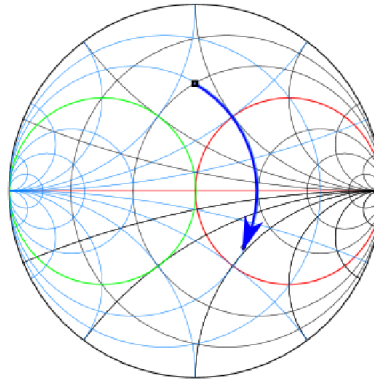

Fig.4 : Modification de l'impédance avec une capacité en parallèle
- 4) En ajoutant une **capacité en parallèle**, on déplace l'impédance autour des cercles de **conductance constante** dans le **sens des aiguilles d'une montre** (Fig.4). La valeur de la capacité nécessaire pour déplacer la susceptance (partie imaginaire de l'admittance) sur l'abaque de Smith par un facteur Y_C est donné par la formule suivante : $C = \frac{Y_C}{2\pi f}$